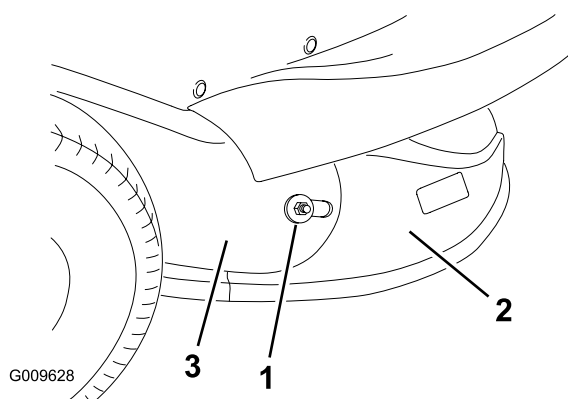

Figura 2
3. Fare scivolare la guida di scarico posteriore dietro il tubo di scarico (Figura 2).